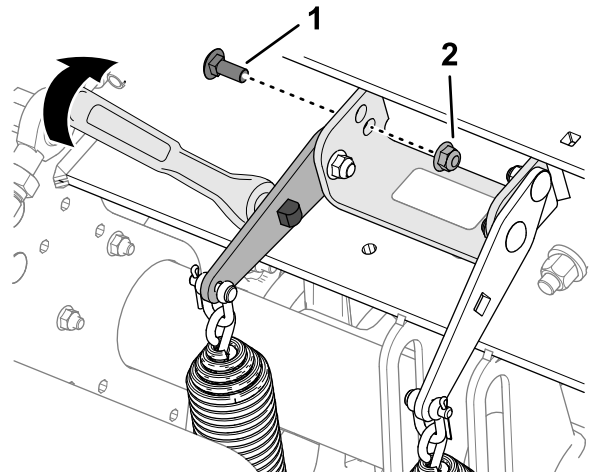

图 119
4. 将一个 13mm 的驱动棘轮或呆套筒扳手插入弹簧张力板上的方孔图 119。